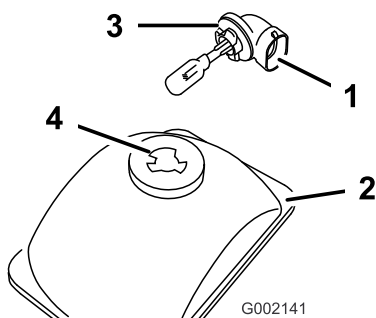

Figura 39
3. Alcance a parte de trás do painel e rode o conjunto da lâmpada no sentido contrário ao dos ponteiros do relógio 1/4 de volta (Figura 39).
8. Alcance a parte de trás do painel e alinhe as três patilhas do conjunto da lâmpada com as ranhuras do reflector (Figura 39).